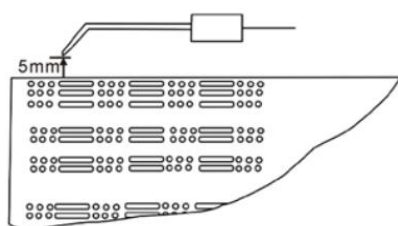

Fig. 5
4.5.2. Controllare la posizione dell'elettrodo (Fig.5).